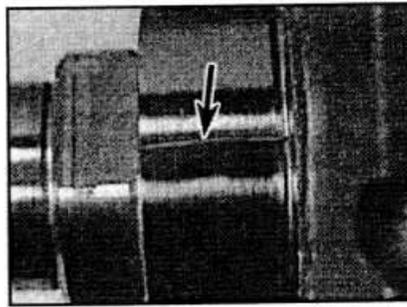

Рис. 4D.75. Расположение фирменного стержня Plastigage для измерения зазоров в коренных подшипниках.
- цилиндров. Очистите рабочие поверхности нижних коренных полуваклядышей, затем смажьте их тонким слоем моторного масла и установите на коленчатый вал. Установите крышки коренных подшипников в соответствии с метками идентификации. Стрелки на крышках коренных подшипников должны быть направлены в сторону привода системы газораспределения (см. рис. 4D.77).